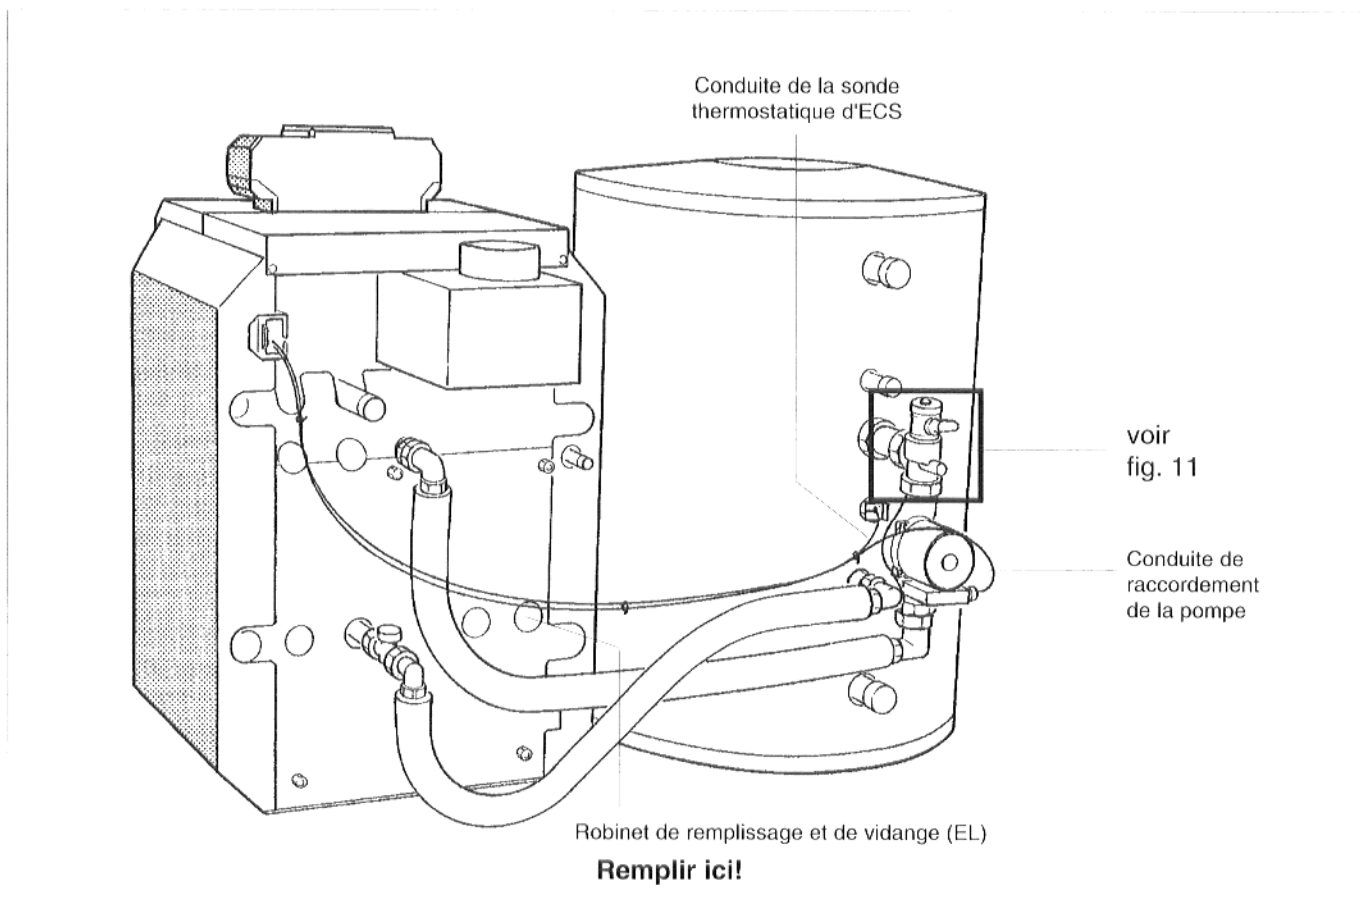

Fig. 10 : vue arrière, montage terminé
- Poser avec soin la conduite de la sonde thermostatique d'ECS et la conduite de raccordement de la pompe (notices de montage de la chaudière et du préparateur ; fig. 10).
- Remplir lentement la chaudière par le robinet de remplissage et de vidange (fig. 10).